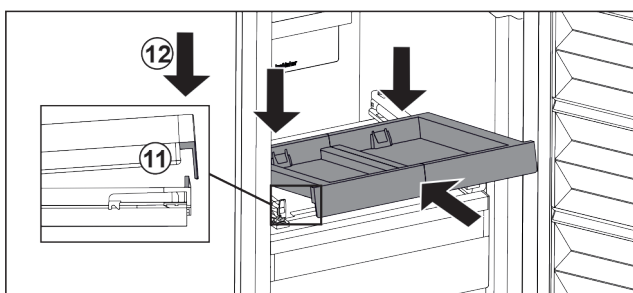

Fig. 121
- ▶ Wsunąć pod skosem. Zwrócić uwagę, aby ogranicznik znajdował się po obu stronach za nakładką. Fig. 121 (11)
- ▶ Osadzić wysuwaną półkę z przodu. Fig. 121 (12)